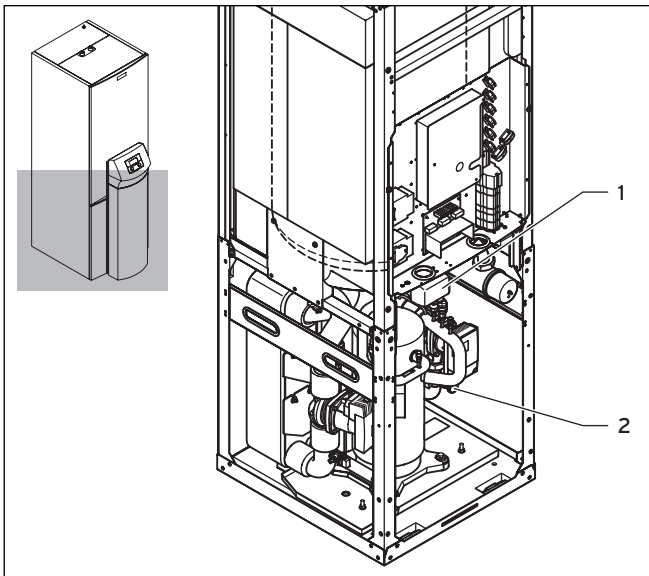

Abb. 6.1 Umschaltventil Heizung/Speicherladung und Füll- und Entleerungsventil des Heizkreises
- Drücken Sie dazu den weißen Umschalthebel (3) am Motorkopf des Umschaltventils Heizung/Speicherladung bis zum Einrasten in seine Mittelstellung. Dadurch sind beide Wege geöffnet und der Befüllvorgang wird verbessert, da vorhandene Luft im System entweichen kann.
- Nehmen Sie dazu die Schraubkappe am Füll- und Entleerungsventil des Heizkreises (→ **Abb. 6.1, Pos. 2**) ab und befestigen Sie das freie Ende des Füllschlauchs daran.